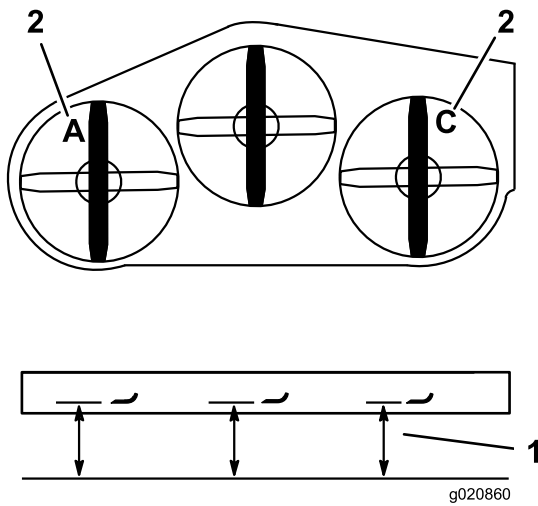

Figura 86
3. Meça a lâmina esquerda no local **A**, numa superfície nivelada à extremidade de corte da ponta da lâmina e registre esta medição (Figura 86).
4. Meça a lâmina direita no local **C**, numa superfície nivelada à extremidade de corte da ponta da lâmina e registre esta medição (Figura 86).
3. Meça a lâmina direita no local **C**, numa superfície nivelada à extremidade de corte da ponta da lâmina e registre esta medição (**Figura 86**).